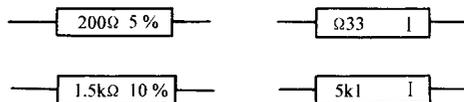

图 1-2 标称阻值的表示法
(1) 直标法 就是将数值直接打印在电阻器上,如图 1-2 所示。
(2) 文字符号法 就是将文字、数字符号有规律地组合起来表示出电阻器的阻值与误差,如图 1-2 左图所示标志符号规定如下:
例如 0.2Ω 可标志为 $\Omega 2$, 2Ω 可标志为 2Ω , $4.7k\Omega$ 可标志为 $4k7$, $1000M\Omega$ 可标志为 $1G$, $4.7 \times 10^{12}\Omega$ 可标志为 $4T7$ 等。如图 1-2 右图所示。